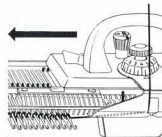
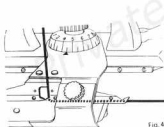

Fig. 38
Fig. 40
Garn zwischen der hintersten Öse und der Wollschale herabziehen, bis der Spannungsarm nach vorn geneigt wippend stehen bleibt, Fig. 38. Eventuell Scheibenbremse verstellen (s. Fig. 27).
1. Reihe: Reißenzähler auf 000 stellen. Schloss langsam nach links schieben, Fig. 38, bis es vollständig über die arbeitenden Nadeln hinausgefahren ist. Danach sind die Nadeln in Arbeitsstellung.
Falls Sie die Arbeit einmal unterbrechen – vor Wiederbeginn den Faden unterhalb der hintersten Öse, wie in Fig. 37, wieder straff ziehen und prüfen, ob er richtig gemäss Fig. 38 (Schloss rechts) oder gemäss untenstehender Fig. 40 (Schloss links) eingefädelt ist.